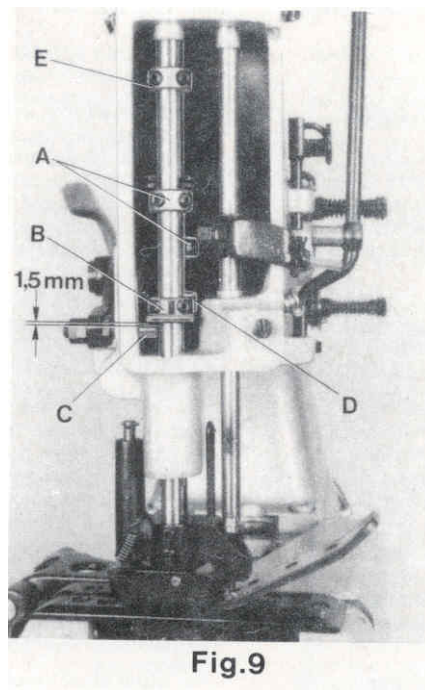
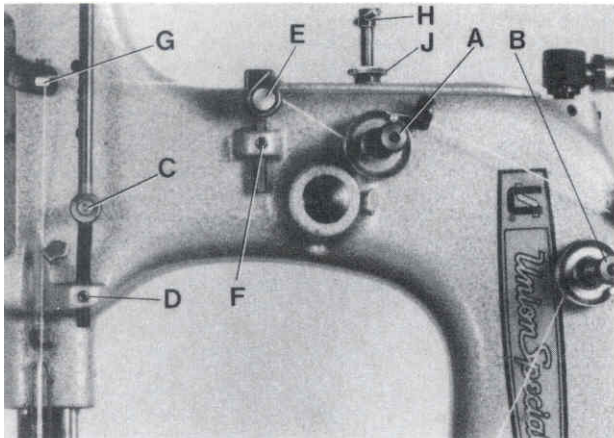

Fig.9
Fig.10
Rotate the pulley until the feed dog is below the throat plate. Remove the face cover left on machine arm and turn out the T-screw (H, Fig. 10) on the top of the machine arm, until it does not exert any pressure on the leaf springs. In this position, the pressure exerted on the presser foot, should be just strong enough to keep it flat on the throat plate. By relocating the collars (A, Fig. 9), which serve as a leaf spring rest, on the left and right presser bar, the pressure can be changed. Raising the collars increases the pressure, lowering the collars decreases the pressure.
Set the presser bar lifter collar (B, Fig. 9) on the left presser bar so, that there is a distance of approx. 1.5 mm (1/16 in.) between lifter lever stud (C) and lower surface of the lifter collar (B), when the presser foot rests on the throat plate (see Fig. 9). Set the collar (D) on the right presser bar close to the fork of the presser bar lifter collar (B) on the left presser bar.
The presser foot lift is limited with the upper stop collar (E, Fig. 9) on the left presser bar. When the needle is in its lowest position and the presser foot is lifted with presser foot bottom tilted up, the needle bar respectively needle clamp nut should not contact the presser foot bottom. Set collar (E) accordingly.
Now turn in T-screw (H, Fig. 10) until the necessary presser foot pressure for proper feeding is exerted (determine wir sewing tests). Secure this setting with the knurled nut (J), which simultaneously fastens the upper arm cover. Remount the face cover.
The tension (A, Fig. 10) on the needle thread should be fairly strong to produce uniform stitches. On the two thread double locked stitch styles the tension (B) on the looper thread should be barely sufficient to steady it.
Drehen Sie an der Riemenscheibe bis der Transporteur unter der Stichplatte steht. Entfernen Sie den Stirndeckel links am Maschinenarm und drehen Sie die Knebelschraube (H, Fig. 10) oben auf dem Maschinenarm soweit heraus, daß sie nicht mehr auf die Blattfedern drückt. In dieser Stellung soll der Druck auf den Drückfuß gerade noch so stark sein, daß er auf der Stichplatte aufliegt. Durch Verstellen der als Blattfederauflage dienenden Stellringe (A, Fig. 9) auf der linken und rechten Drückfußstange kann der Druck verändert werden. Verstellen der Stellringe nach oben verstärkt, verstellen nach unten verringert den Druck.
Stellen Sie den Drückfußstangen-Lifter-Stellring (B, Fig. 9) auf der linken Drückfußstange so ein, daß zwischen Lifterhebelbolzen (C) und Unterseite Stellring (B) ein Abstand von etwa 1,5 mm ist, wenn der Drückfuß auf der Stichplatte aufliegt (siehe Fig. 9). Stellen Sie den Stellring (D) auf der rechten Drückfußstange so, daß er an der Gabel des Drückfußstangen-Lifter-Stellrings (B) auf der linken Drückfußstange anliegt.
Der Hub des Drückfußes wird mit dem Anschlag-Stellring (E, Fig. 9) oben auf der linken Drückfußstange begrenzt. Wenn die Nadel in der untersten Stellung ist und der Drückfuß mit dem Drückfuß-Lifterhebel angehoben und die Drückfußsole nach oben gekippt wird, darf die Nadelstange bzw. Nadelstangenmutter die Drückfußsole nicht berühren. Stellen Sie den Stellring (E) entsprechend ein.
Nun drehen Sie die Knebelschraube (H, Fig. 10) soweit ein, daß der zum einwandfreien Transport notwendige Drückfußdruck erzeugt wird (durch Nähversuche ermitteln). Sichern Sie diese Einstellung mit der Rändel-Kontermutter (J), mit der gleichzeitig der obere Armdeckel befestigt wird. Montieren Sie den Stirndeckel wieder.
Die Spannung (A, Fig. 10) auf den Nadelfaden soll so stark sein, daß eine gleichmäßige Stichbildung erreicht wird. Bei den Zweifaden-Doppelkettenstichmaschinen soll die Spannung (B) auf den Greiferfaden ganz gering sein, so daß der Faden gleichmäßig gleitet.
On the two thread double locked stitch styles 80800C, E, H and HA, the height of the needle thread take-up roller (C, Fig. 10) is set so that the needle thread on the downstroke of the needle just contacts the roll at the time the needle thread loop is released from the looper. Loosen screw (D) and set the needle thread take-up roller accordingly. Retighten screw (D).
On all styles the eyelet (E, Fig. 10) should be positioned so, that the needle thread runs nearly horizontal, parallel to cloth plate, between eyelet (G) on needle bar connection and eyelet (E) on machine arm, when the needle is in its upmost position. Eyelet (E) is secured by screw (F).
Bei den Zweifaden-Doppelkettenstichmaschinen 80800C, E, H und HA wird die Höhe der Nadelfadenabzugsrolle (C, Fig. 10) so eingestellt, daß der Nadelfaden beim Niedergehen der Nadel die Rolle zu dem Zeitpunkt gerade berührt, wenn die Nadelfadenschlinge vom Greifer freigegeben wird. Lösen Sie die Schraube (D) und stellen Sie die Nadelfadenabzugsrolle (C) entsprechend ein. Ziehen Sie die Schraube (D) wieder an.
Bei allen Maschinen wird die Fadenführung (E, Fig. 10) so eingestellt, daß der Nadelfaden zwischen der Fadenführung (G) am Nadelstangenmitnehmer und der Fadenführung (E) am Maschinenarm etwa waagrecht, parallel zur Stoffplatte verläuft, wenn die Nadel in der obersten Stellung ist. Die Fadenführung (E) wird mit der Schraube (F) befestigt.